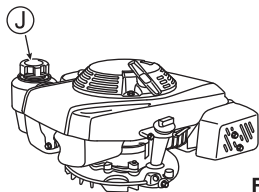

Fig. 9
- 1 Abra a tampa do tanque de combustível (J) e abasteça com gasolina. Limpe Se derramar gasolina, seque imediatamente com um pano. (Veja a fig. 9)
- 2 Feche firmemente a tampa do tanque de combustível (J) depois do reabastecimento.